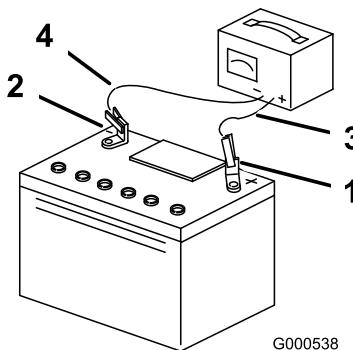

Figura 36
5. Cuando la batería esté completamente cargada, desconecte el cargador del suministro eléctrico, y desconecte los cables del cargador de los bornes de la batería (Figura 36).